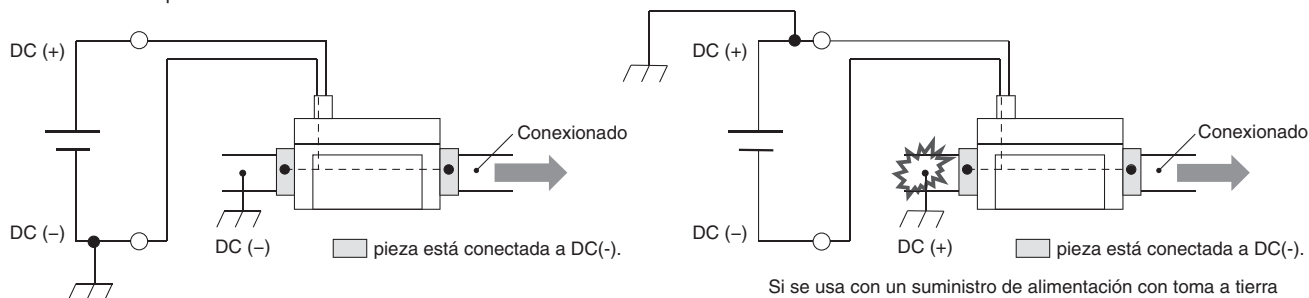

Figura 1
- *10 La conexión de tubería está conectada a tierra al cable DC (-)/azul. No se puede usar un suministro de alimentación con toma a tierra positiva. (Consulte la Figura 1)